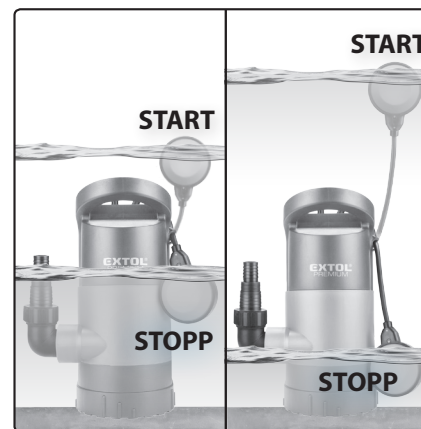

Abb. 4, Darstellung der Schwimmerschalterfunktion
- Das Funktionsprinzip des Schwimmerschalters ist in Abb. 4 an einem anderen Pumpenmodell dargestellt. Der Motor läuft, wenn der Schwimmerschalter durch den entsprechenden Wasserspiegel im Verhältnis zur eingestellten Kabellänge des Schwimmerschalters angehoben ist. Sinkt der Schwimmerschalter zum Pumpengehäuse durch Rückgang des abgepumpten Wasserspiegels, wird der Motor abgeschaltet.